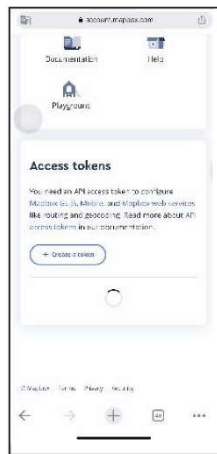

Figura 3
2.4 Después de registrar la cuenta, localice y haga clic en "crear un token" para solicitar la creación de un token. (Ver Figura 3)